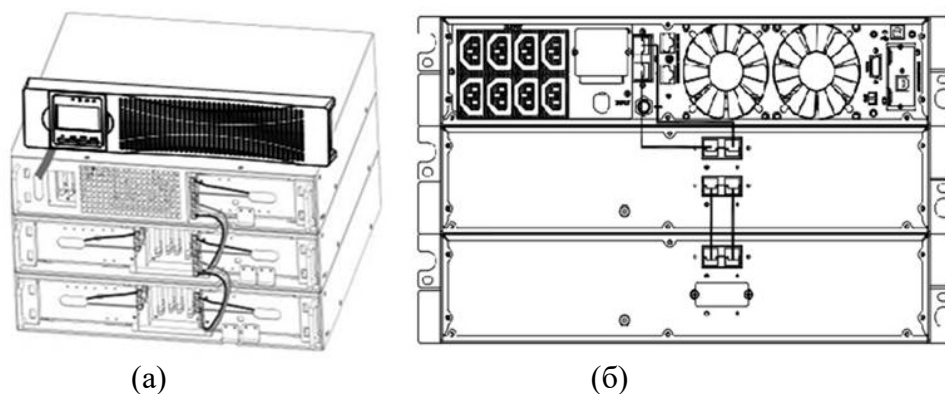

Рис. 3 Пример соединения ИБП и ДВББ.
3.3 Вставьте кабель ДВББ в батарейный разъем ИБП, как показано на Рис.3.
3.7 Другой вариант соединения ИБП и ДВББ возможно выполнить на разъемах SB50, расположенных на их задних панелях при помощи соединительных кабелей SB50 (см. Рис.3(б)).